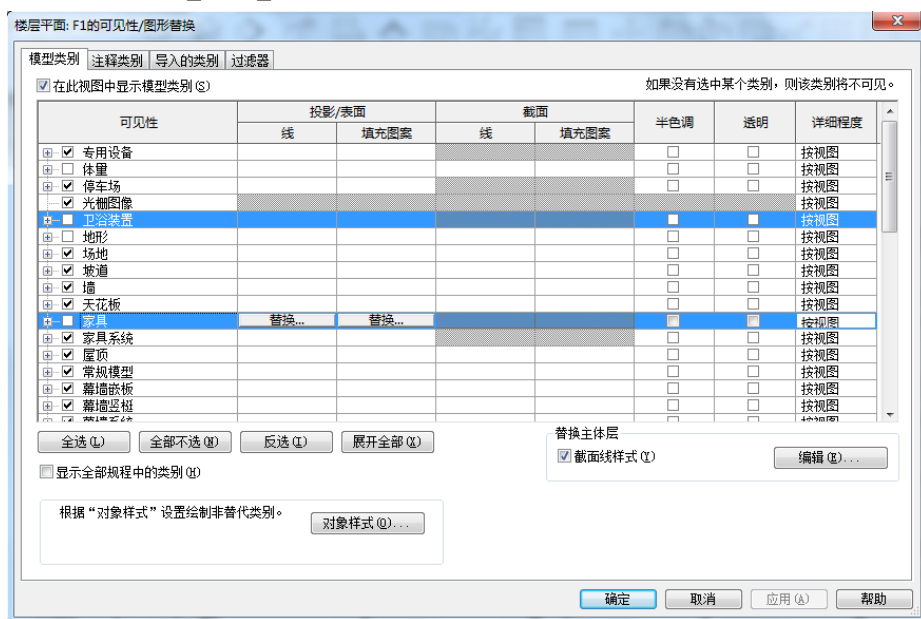

图 3-1
- 2) 为了方便后续的绘制，在视图中隐藏上节“06\_家具布置.rvt”中添加的家具构件，“常用选项卡”>“视图”面板>“可见性/图形”工具，在弹出的“可见性/图形替换”对话框取消“家具”、“卫浴装置”、“电器装置”、“01\_实线\_黑”的可见（如图3-1示）。